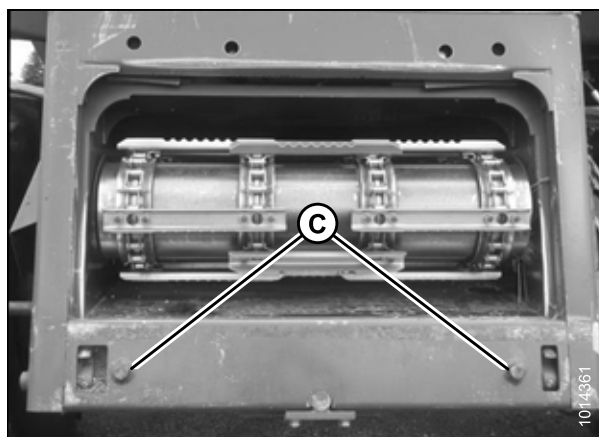

Рисунок 4.22: Направляющие штифты AGCO Group
2. Запустите двигатель и медленно приблизьтесь к жатке, пока наклонная камера не окажется прямо под верхней поперечиной (A), а направляющие штифты (C) (см. рис. 4.22, страница 292) на наклонной камере не совместятся с отверстиями (B) в раме модуля флотации.